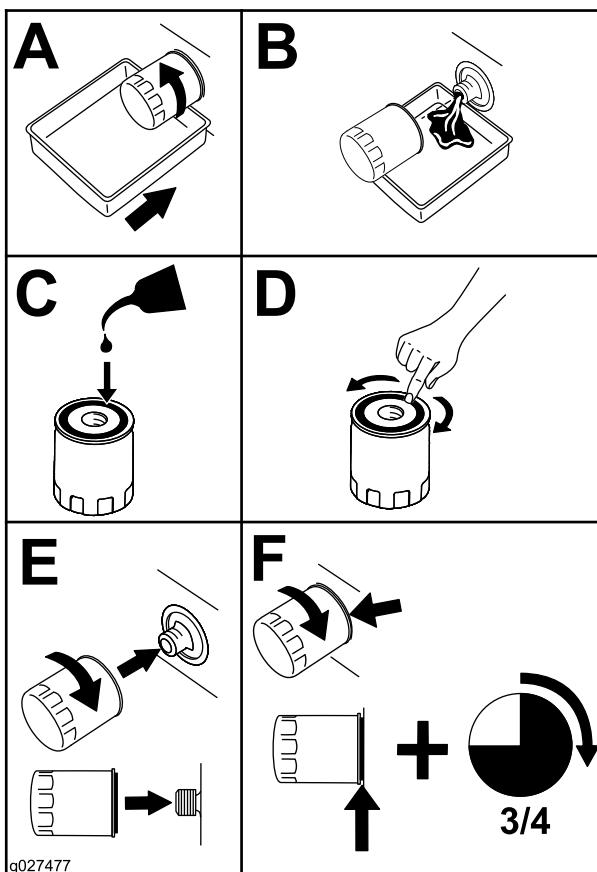

Figura 34
5. Sustituya el filtro de aceite del motor (Figura 34).